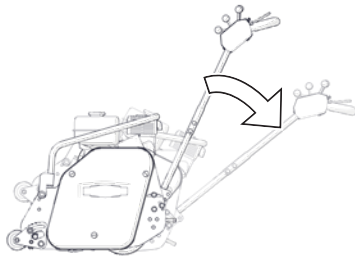

Fig. 8C – Incline cuidadosamente a máquina para trás
- Incline a máquina cuidadosamente para trás até ficar apoiada no rolo traseiro e no guiador (Fig. 8C).
4. Incline a máquina cuidadosamente para trás até ficar apoiada no rolo traseiro e no guiador (Fig. 8C).